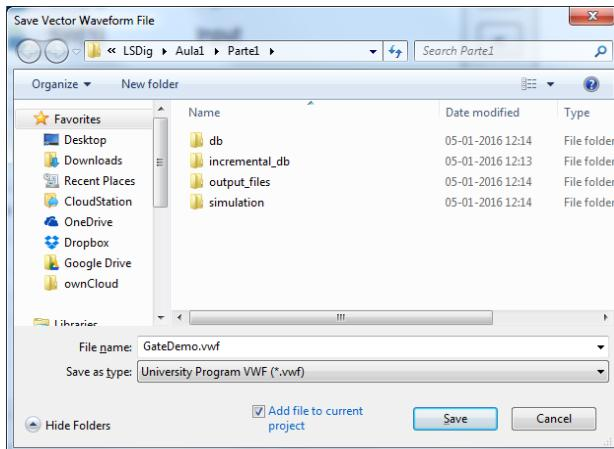

Figura 20 – Caixa de diálogo para gravação do ficheiro “GateDemo.vwf”.
13. Aceda a *Simulation Settings* através do menu *Simulation* (*Simulation→Simulation Settings*) e mude “*HDL Language*” para VHDL. Em seguida, apague o texto *-novopt* do comando *vsim* e insira lá *-voptargs="+acc"*. Grave o ficheiro com o nome “GateDemo.vwf” (Figura 20).